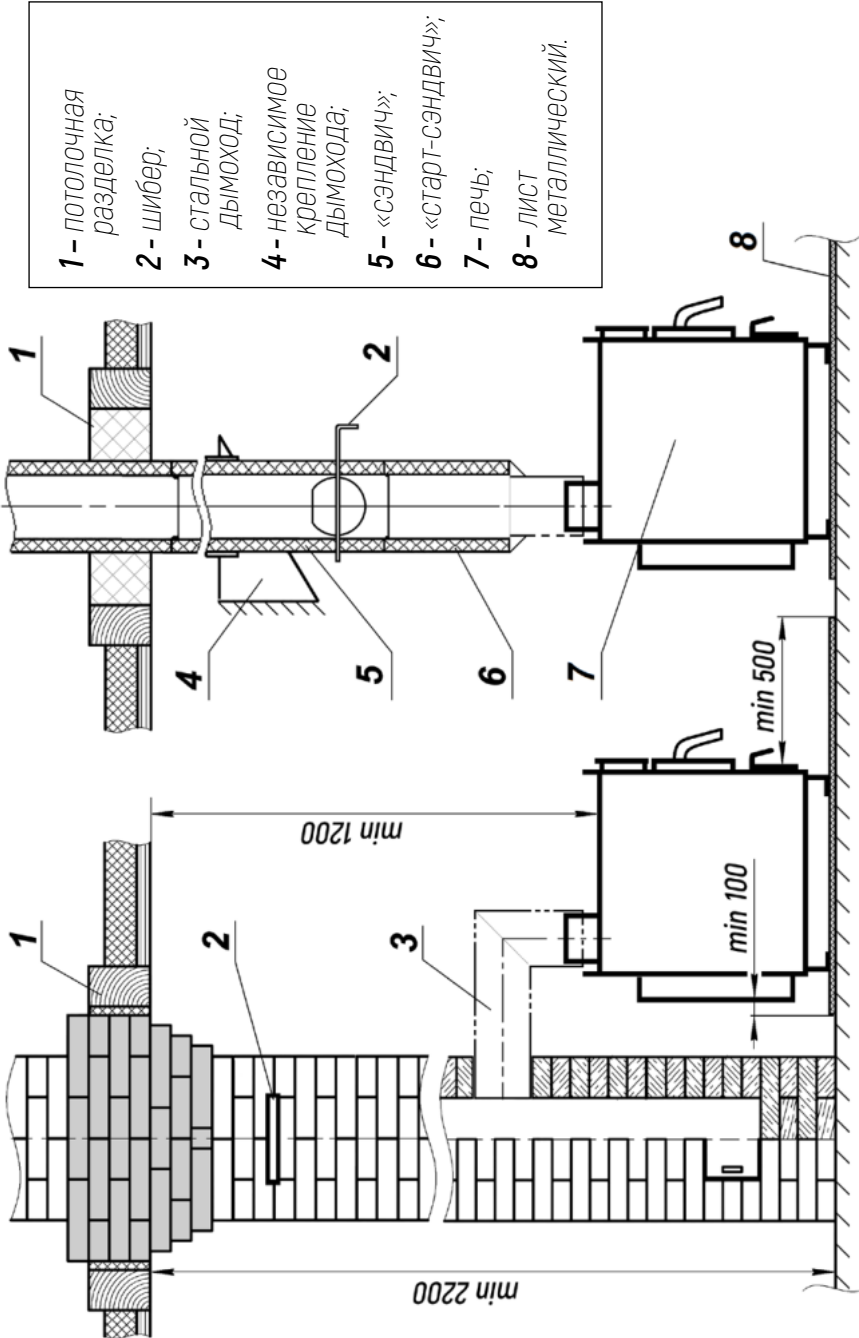

РИСУНОК 5. Схема монтажа печи и дымовой трубы.
4.8. Печь должна быть разгружена от веса дымовой трубы (поз.4 на рис.5).
4.9. Потолочная разделка (поз.1 на рис.5) выполняется из металлического листа в виде короба и изолируется термостойким, теплоизолирующим материалом толщиной не менее 10мм. Размеры разделки и расстояние в свету от наружной поверхности трубы до стропил, обрешеток и других элементов кровли следует уточнить у производителя дымоходов.